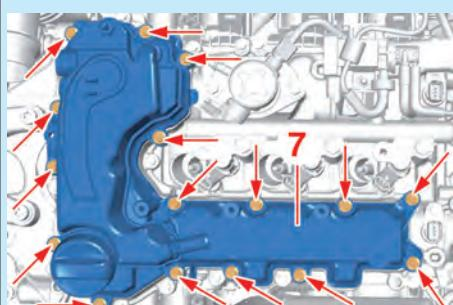

Fig.4
- Déposer le couvre culasse (7) (Fig.4).